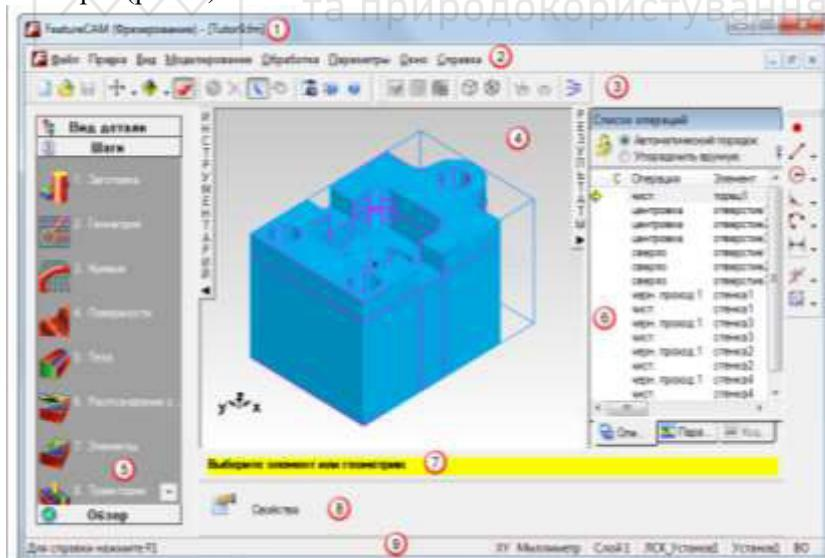

Рис. 1. Интерфейс FeatureCAM
**Інтерфейс системи** Інтерфейс FeatureCAM містить безліч традиційних елементів Windows, таких як панелі інструментів, діалоги, контекстні меню і майстри. (рис. 1).